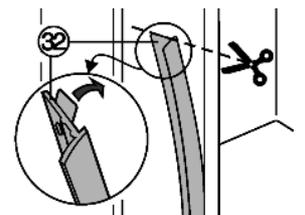

Fig. 26
- ▶ Enlever le film protecteur de la baguette couvre-joint Fig. 26 (32).
- ▶ Coller la baguette couvre-joint Fig. 26 (32) côté poignée et côté frontal à la paroi latérale de l'appareil.